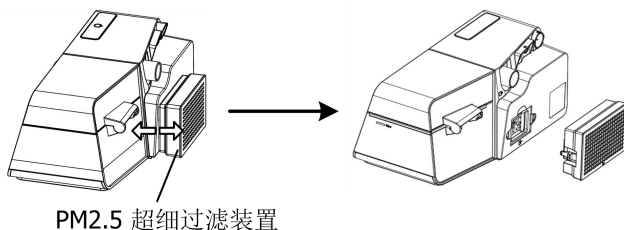

图 8-8
- (1) 打开空气滤芯后盖，将空气滤芯拆下来。
- (2) 将新的空气滤芯放入过滤器中，再将空气滤芯后盖盖好。
- (3) 如图 8-8 所示，将 PM2.5 超细过滤装置按下图所示从呼吸机上拆卸下来并进行更换：